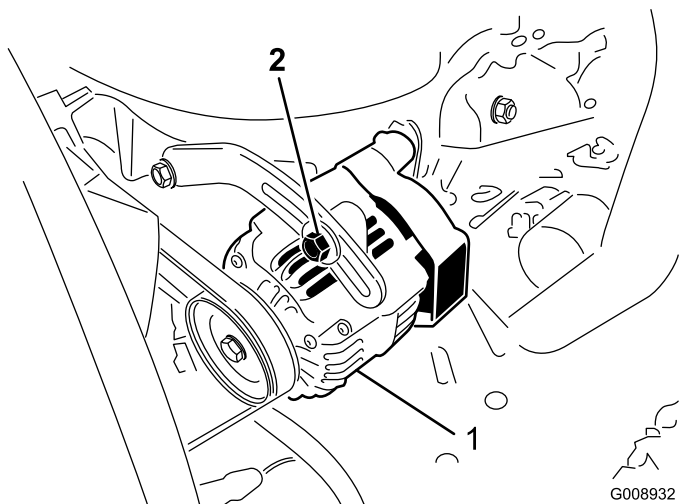

Figura 49
2. Se a deslocação obtida não for igual a 10 mm, deve desapertar os parafusos de montagem do alternador (Figura 49).